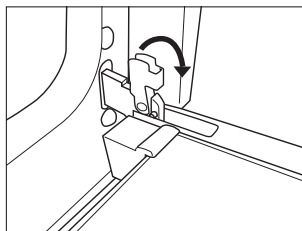

Fig. 1
2. Soulevez les crampons et poussez-les vers le devant jusqu'à la fin (Fig. 1).